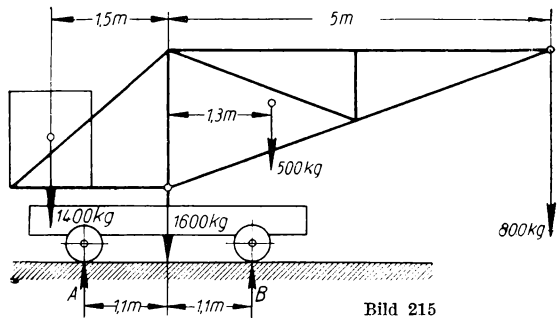

Bild 215
**339.** Für den fahrbaren Drehkran (Bild 215) sollen die Achsdrücke A und B durch zeichnerisches Verfahren ermittelt und durch Rechnung nachgeprüft werden. Die Nutzlast am Auslegerkopfe beträgt 800 kg, das Gegengewicht 1400 kg, das Eigengewicht des schwenkbaren Auslegers 500 kg, das Eigengewicht des Wagens 1600 kg.